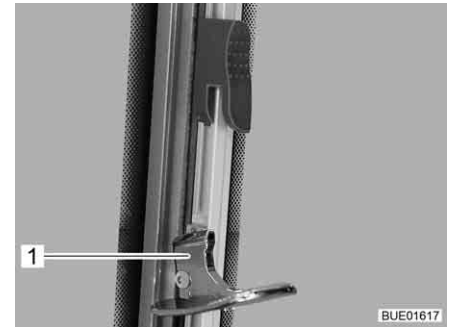

Fig. 109 Finestra scorrevole con dispositivo di bloccaggio della rotazione (sbloccato)
- Ruotare verso l'interno il dispositivo di bloccaggio (Fig. 109,1).
- Ruotare verso l'esterno il dispositivo di bloccaggio (Fig. 109,1).